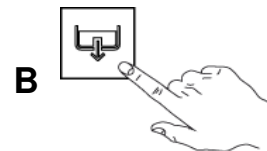

Abb. 42
- 2- Drücken Sie "B", um das Entladen Wasser beginnen und warten auf die vollständige Entleerung des Tanks. (Abb. 42)